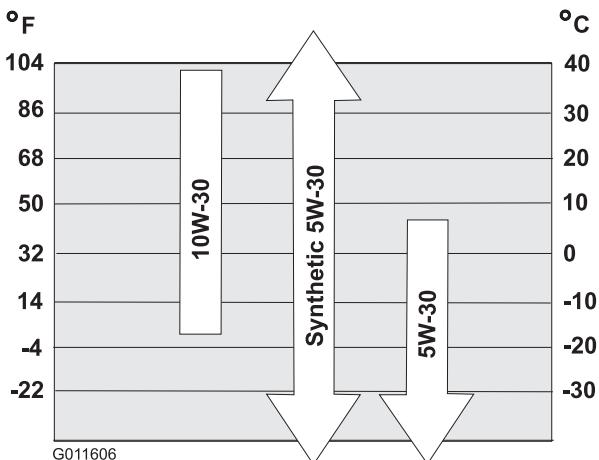

Figura 15
Consultate la Figura 15 per scegliere l'olio con la viscosità più adatta alla temperatura esterna prevista:
- Nota:** Riempite di olio la coppa fino a quando l'asta indica che il livello dell'olio motore è corretto, come illustrato in Figura 15. Se riempite eccessivamente il motore di olio, estraete l'olio in eccesso come indicato in Sostituzione dell'olio motore.